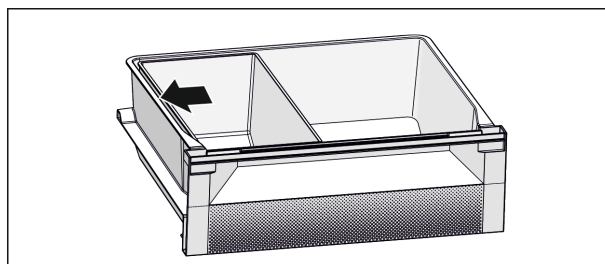

Fig. 7
- ▶ Dla optymalnej funkcji chłodzenia: Przegroda Fish & Seafood wypożyczonować zgodnie z ilustracją (patrz Fig. 7).